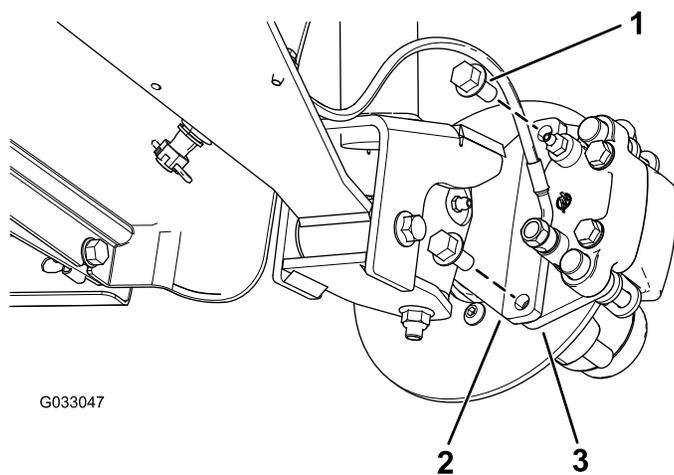
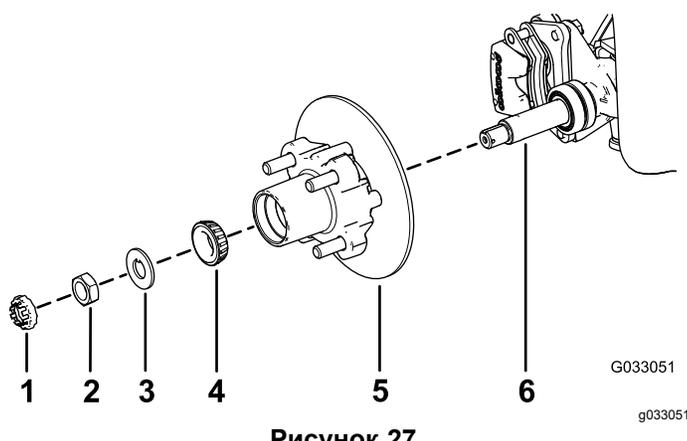

Рисунок 23
Рисунок 27
3. Выверните болты с фланцевыми головками ( $\frac{3}{8} \times \frac{3}{4}$  дюйма), которые крепят кронштейн тормоза в сборе к оси, и отделите тормоз от оси (Рисунок 23).
1. Нанесите тонкий слой консистентной смазки указанного типа на ось (Рисунок 27).
2. Установите ступицу и тормозной диск на ось так, чтобы тормозной диск был внутри (Рисунок 27).
3. Установите наружный подшипник на ось и в наружное кольцо (Рисунок 27).
4. Установите стопорную шайбу на ось (Рисунок 27).
поворачивая ступицу так, чтобы подшипник был посажен на место (Рисунок 27).
2. Совместите тормозные колодки с обеих сторон тормозного диска (Рисунок 23) с отверстиями в кронштейне суппорта и отверстиями в креплении тормоза на цапфе (Рисунок 27).
3. Закрепите кронштейн суппорта на цапфе (Рисунок 23) с помощью 2 болтов с фланцевыми головками ( $\frac{3}{8}$  x  $\frac{3}{4}$  дюйма).